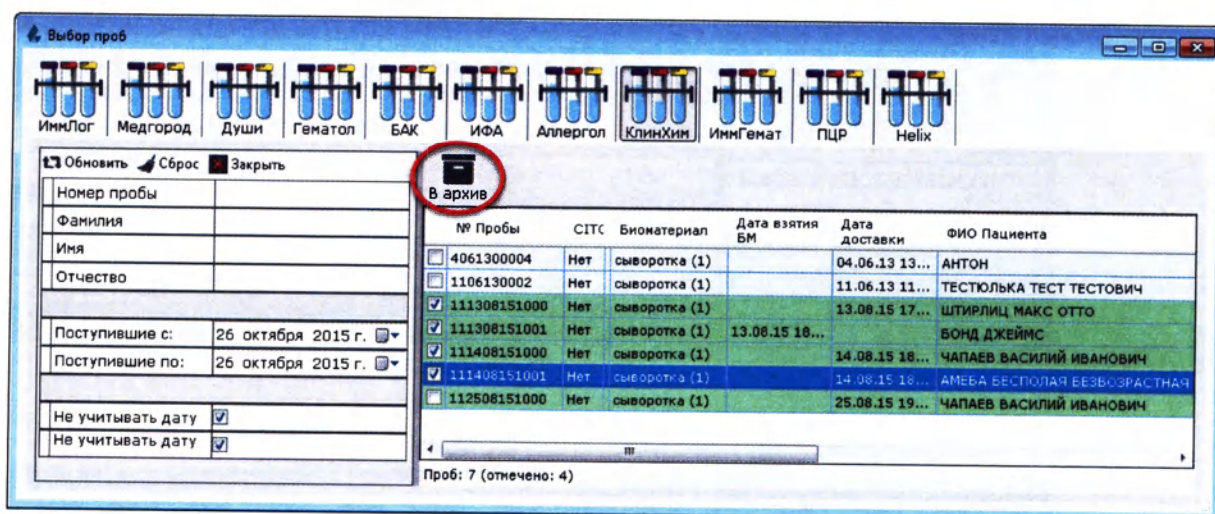

Рисунок 13.18
4. Нажмите кнопку «В архив» (Рисунок 13.18):